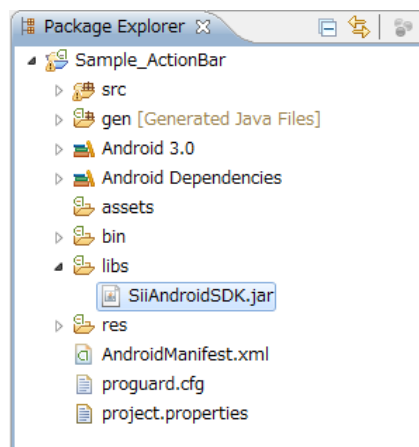

図 3-5
- (b) (a)で作成したフォルダ(Sample\_ActionBar\libs)に本ライブラリファイル(SiiAndroidSDK.jar)をコピーします。更新(Refresh)すると、図 3-5の状態となります。